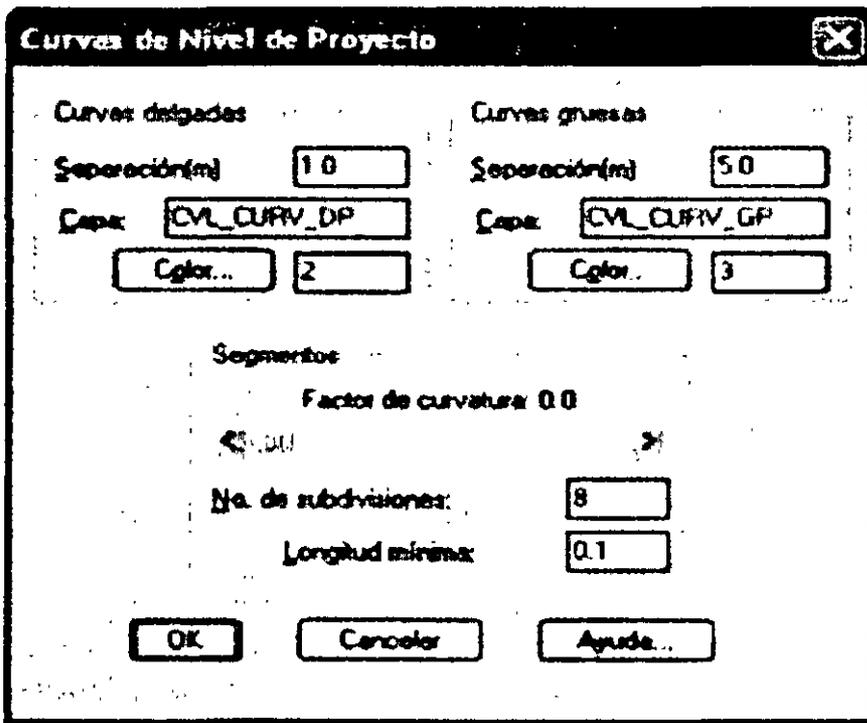

Fig. 32: Caja de diálogo para generar curvas de nivel de proyecto
4. Genere las curvas de terreno activando la rutina correspondiente (Altimetría→Curvas de Nivel→Terreno) y acepte los valores por default. Seleccione la triangulación de proyecto por medio de una ventana de selección, sin importar incluir la triangulación y puntos de proyecto, ya que el programa filtra automáticamente de la selección la triangulación válida. Después de generadas las curvas de nivel apague las capas de triangulación de terreno y proyecto y utilice la rutina para anotar curvas de nivel (Altimetría→Curvas de Nivel→Anotar) (fig. 32 y 33).